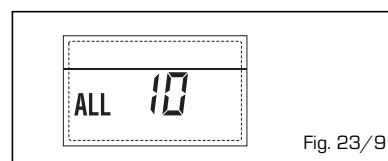

Fig. 23/9
- INTERVENTO SONDA FUMI "ALL 13" (fig. 23/10)